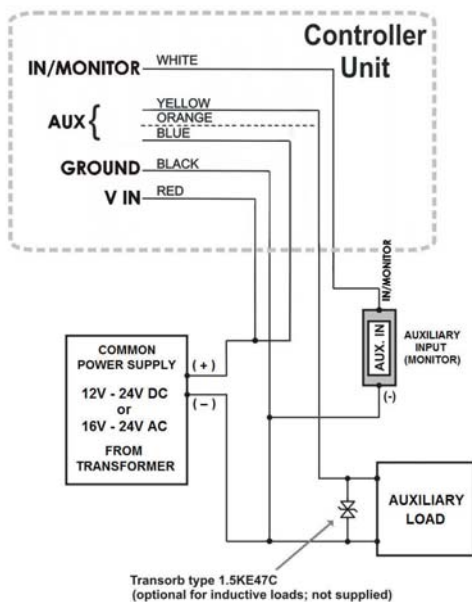

Figura 4: Diagrama de Cableado para Salida y Entrada Auxiliar
- Cómo conectar las Salidas y Entradas Auxiliares (Figura 4)